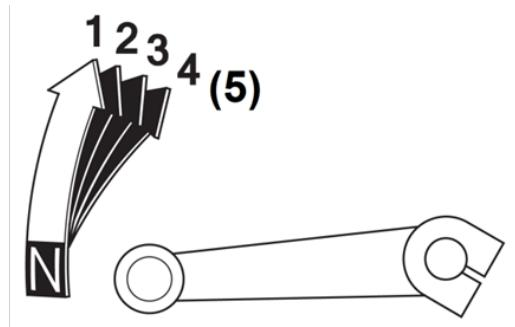

Рисунок 3.5. Положение передач.
В зависимости от модели двигателя питбайк имеет четыре или пять передач (рис.3.5). Рычаг переключения передач 13 (фото 2.1) находится на левой стороне двигателя. Нейтральная передача включается вниз, остальные наверх. Пожалуйста, проверьте этикетку на двигателе для определения правильного порядка переключения передач.
4. Поднимите рычаг переключения передач (рис. 3.5) вверх, в положение первой передачи.
- Набрав скорость, ручкой акселератора 7 закройте дроссельную заслонку, выжмите рычаг сцепления 2 и переместите рычаг переключения передач вверх в положение второй передачи (рис. 3.5). После включения передачи, постепенно отпускайте рычаг сцепления 2 (фото 2.3) и открывайте дроссельную заслонку ручкой акселератора 7.
- Для переключения на пониженную передачу необходимо ручкой акселератора 7 закрыть дроссельную заслонку, выжать рычаг сцепления 2 и затем нажать на рычаг переключения передач (рис. 3.5). После включения передачи, постепенно отпускайте рычаг сцепления 2 (фото 2.3) и ручкой акселератора 7 открывайте дроссельную заслонку.
Для снижения скорости или остановки питбайка плавно нажимайте на ручной рычаг 6 (фото 2.3) и педаль тормоза 9 (фото 2.2), одновременно снижая обороты двигателя ручкой акселератора 7 (фото 2.3) и последовательно переходя на пониженные передачи (рис. 3.5) для торможения двигателем.